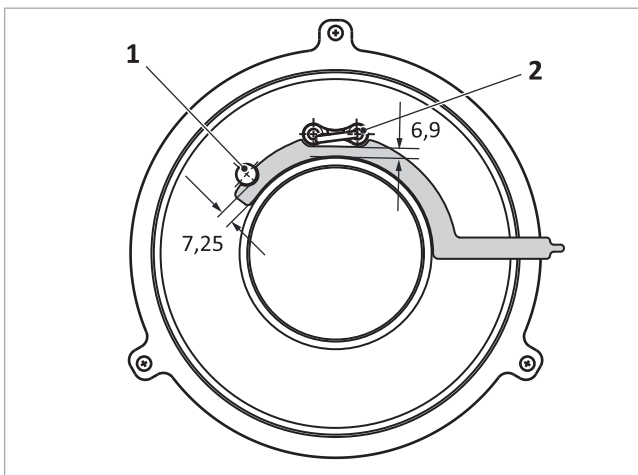

Fig. 47 : écarts entre les électrodes d'allumage et d'ionisation vers la fibre du brûleur
- Électrodes d'ionisation → Fig. 47 (1) : 7,25 mm
- Électrodes d'allumage → Fig. 47 (2) : 6,9 mm